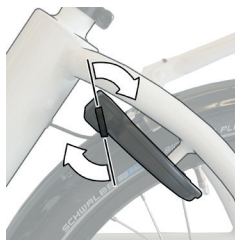

Abbildung 29 : Drehen Sie den Schlüssel um 20 bis 30 Grad im Uhrzeigersinn.
2. Drehen Sie den Schlüssel **53** 20 bis 30 Grad im Uhrzeigersinn (keine volle Umdrehung) und halten Sie ihn in dieser Position (siehe Abbildung 29).